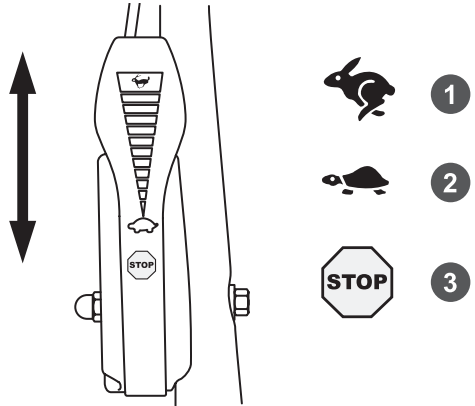

Рис. 10 Положения рычага газа (вид сверху)
2. Переведите рычаг газа сначала в положение 1, затем в положение 3, после чего установите рычаг в среднее положение (Рис. 10).
*Если после неоднократных попыток запуска двигатель не запускается, возможно, ручной топливный насос был использован слишком много раз и камера сгорания двигателя была переобогащена топливом. Установите рычаг газа в положение максимальных оборотов (положение 1 - «Заяц», Рис. 10) и повторите попытку запуска. Если в результате этого двигатель всё равно не запускается обратитесь к таблице ПОИСК И УСТРАНЕНИЕ НЕИСПРАВНОСТЕЙ. Если и это не помогает, то обратитесь в авторизованный сервисный центр.*
2. Переведите рычаг газа в положение 2 холостых оборотов (Рис. 10) и дайте двигателю поработать в течение 10 секунд.
3. Переведите рычаг газа в положение 3 остановки двигателя (Рис. 10).